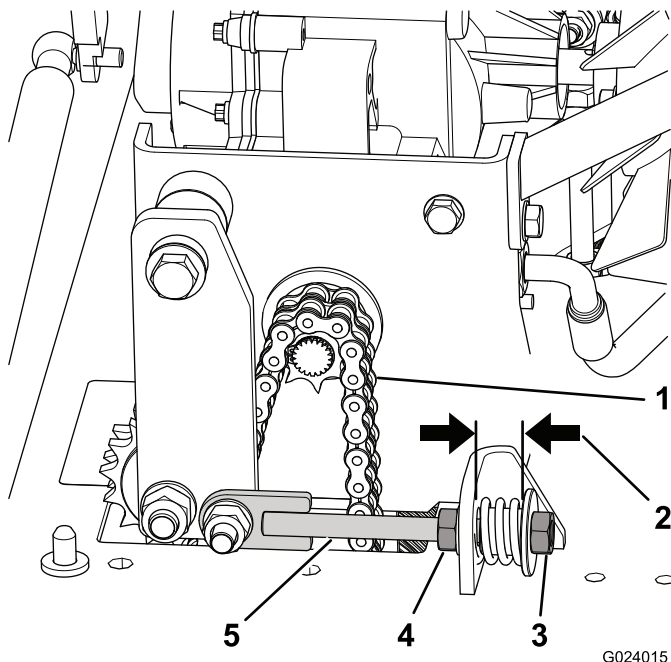

Bild 34
- Lösen Sie die Klemmmutter an der Spannstange (Bild 34).
- Lösen oder ziehen Sie die Spannmutter an, bis der Abstand zwischen dem Distanzstück und der starren Halterung 19 mm beträgt, siehe Bild 34.